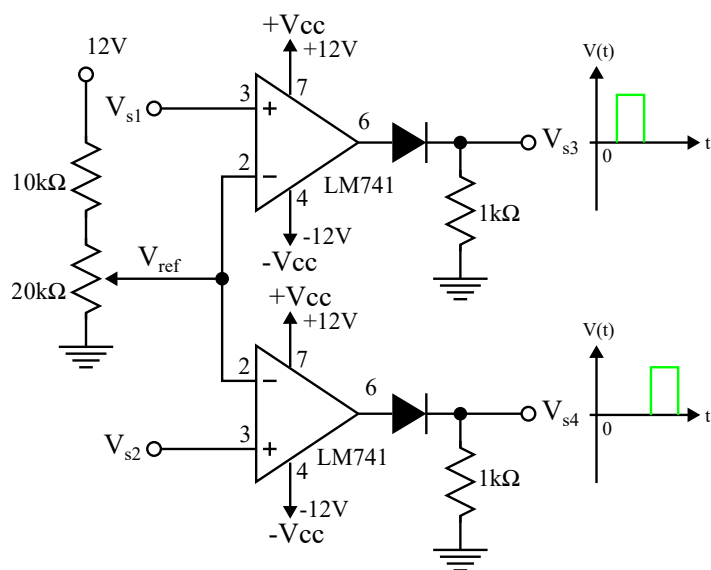

Fig. 7.2
3. Arme el circuito de la Fig. 7.2, asegúrese de conectar las salidas V_{s1} y V_{s2} como se indica. Encienda las fuentes, mueva el potenciómetro y observe con el osciloscopio las salidas V_{s3} (CH1) y V_{s4} (CH2) asegurándose de que dichas señales varíen su ancho. Apague las fuentes.